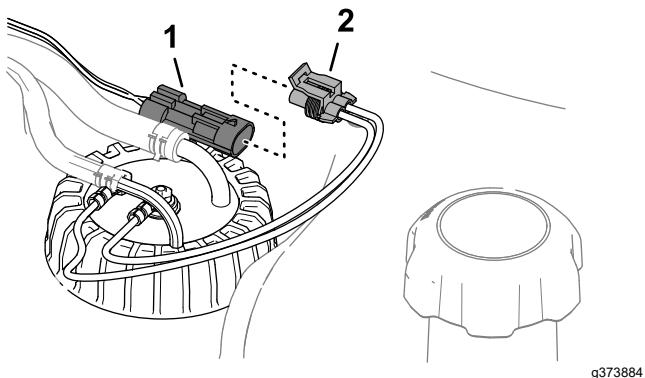

Figure 83
3. Débranchez le connecteur à 2 douilles du faisceau du transmetteur de niveau de carburant du connecteur à 2 broches du faisceau de la machine (Figure 83).